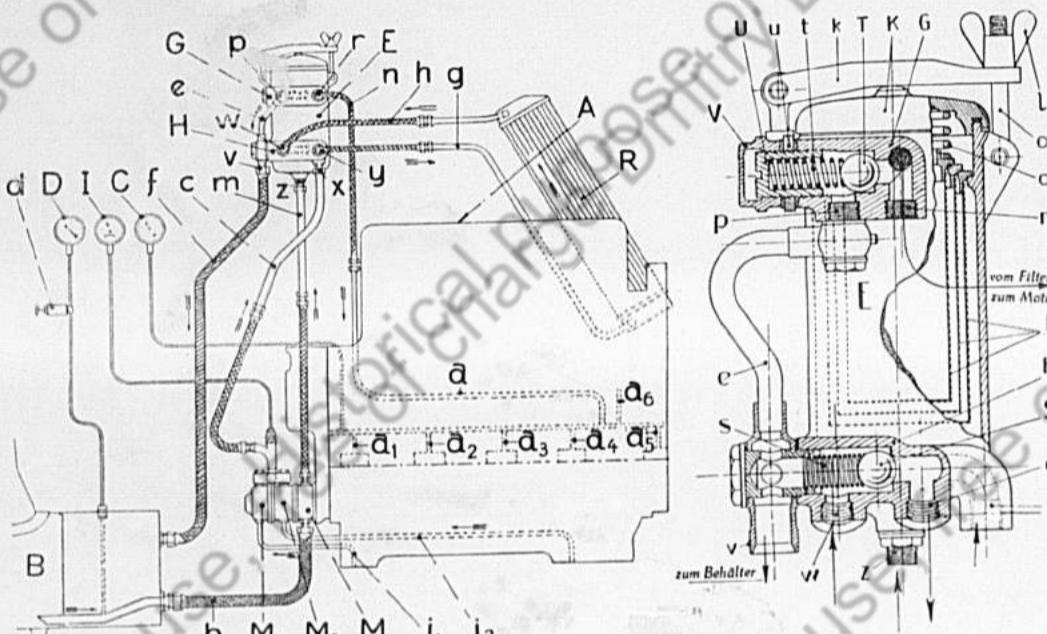

Bild 14a. Ölumlauf.
2. Für Pz. Kfz. ab Fahrgestell-Nr. 251 (Bild 14a u. 15b).